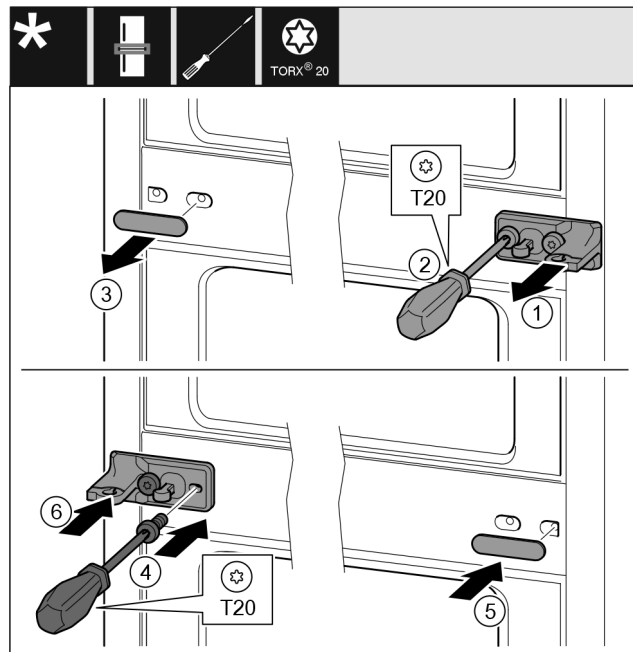

Fig. 29
- Sfilare la rondella Fig. 29 (1).
- Estrarre le viti Fig. 29 (2) con un cacciavite.
- Estrarre la copertura Fig. 29 (3) con cautela.
- Stringere bene il blocco di supporto con pellicola Fig. 29 (4) ruotato di 180° sull'altro lato.
- Applicare la copertura Fig. 29 (5) ruotata di 180° sull'altro lato.
- Infilare la rondella Fig. 29 (6) dal davanti.